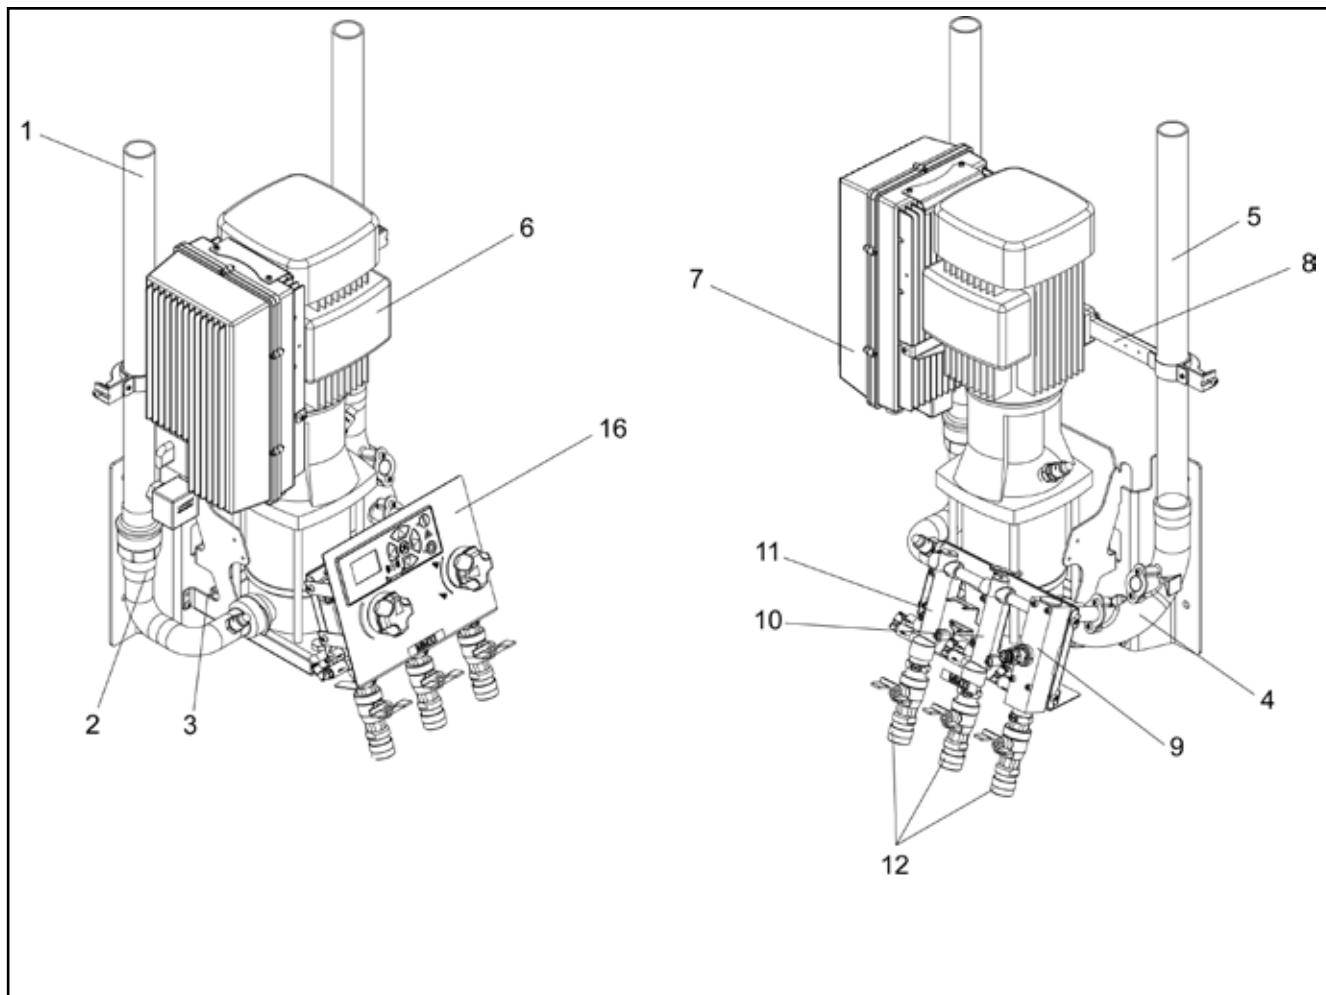

Fig. 4
**MM1-MM31-MM32-MM33(Fig. 4).**